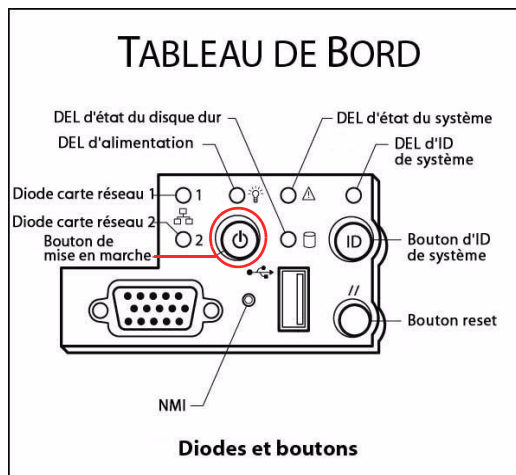

FIGURE 3-24 Bouton de mise en marche et autres composants du tableau de bord
6. Mettez sous tension le serveur H1 (numéro de série se terminant par -H1) en appuyant sur le bouton de mise en marche (FIGURE 3-24) situé sur le tableau de bord, derrière le capot de protection.